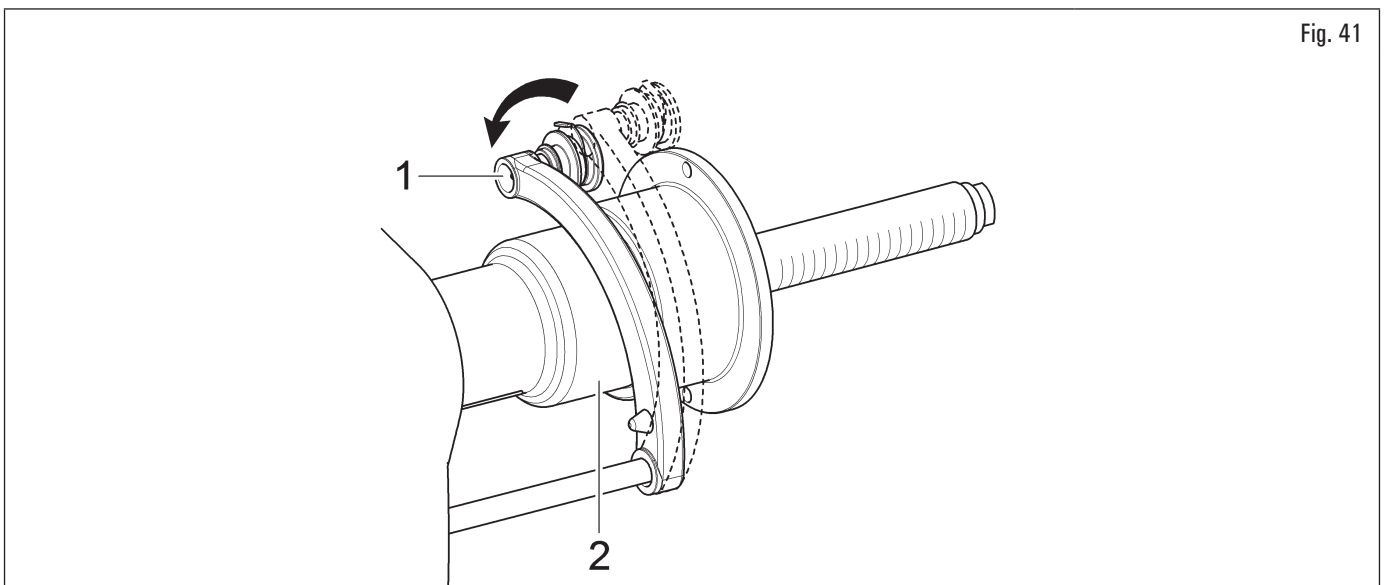

Fig. 41
Poniendo reiteradamente el brazo del palpador (Fig. 41 ref. 1) en contacto con el mandril (Fig. 41 ref. 2), el programa pasara cíclicamente de "ESTÁTICO" a "ESTÁTICO 1" a "ESTÁTICO 2", y después vuelve a empezar desde el principio.
1. si se pone la pinza de aplicación pesos en contacto con la parte interna de la llanta (2 puntos de contacto) (véase Fig. 41) se selecciona el programa "ALU-S";
Poniendo reiteradamente el brazo del palpador (Fig. 41 ref. 1) en contacto con el mandril (Fig. 41 ref. 2), el programa pasara cíclicamente de "ALU-S" a "ALU-S1" a "ALU-S2", y después vuelve a empezar desde el principio.